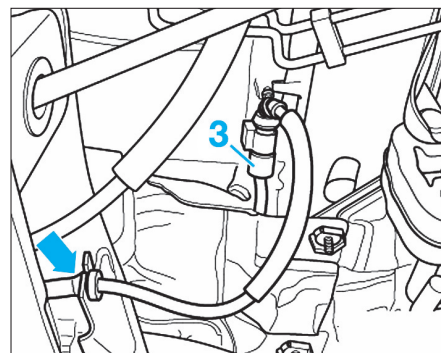

Fig. 51
- Débrancher le connecteur (3) du câble du capteur de vitesse (Fig.51).